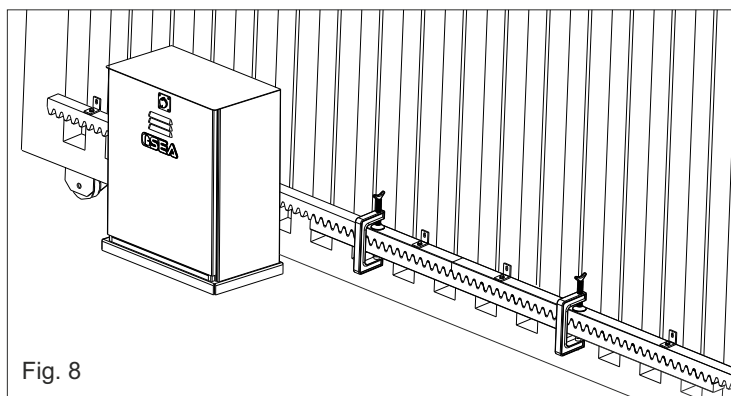

Fig. 8
5.4. s'assurer que tous les éléments de la crémaillère sont parfaitement alignés et positionnés correctement (denture en phase). Il est conseillé d'opposer à deux éléments successifs un troisième comme indiqué dans Fig. 8;